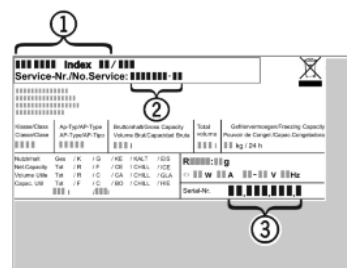

Fig. 7
- ▶ Apparaataanduiding *Fig. 7 (1)*, servicenr. *Fig. 7 (2)* en serienr. *Fig. 7 (3)* van het typeplaatje aflezen. Het typeplaatje bevindt zich aan de linkerkant binnen in het apparaat.
- ▶ Contact opnemen met de Technische Dienst en het probleem, apparaataanduiding *Fig. 7 (1)*, servicenr. *Fig. 7 (2)* en serienr. *Fig. 7 (3)* mededelen. Dit maakt een snelle en doelgerichte service mogelijk.